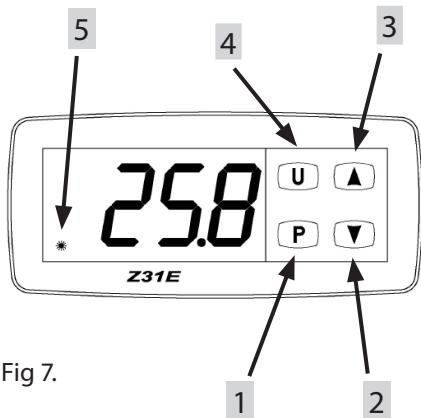

Fig 7.
Om oververhitting van de schakelingen binnen in de verwamer te voorkomen, veroorzaakt door het veelvuldig aan- en uitschakelen van de verwamer, is de digitale thermostaat met een tijdvertragingsmechanisme uitgerust. Deze zorgt ervoor dat de verwamer binnen een periode van 2 minuten niet meermalen schakelt. Deze functie wordt aangeduid door het knipperen van het gele lampje (5) op de digitale thermostaat (zie fig.7).